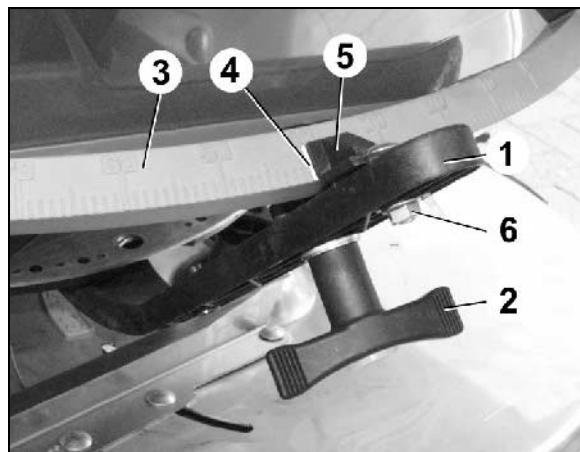

Fig. 83
2. Åpne doseringsspjeldet ved hjelp av stillespaken (Fig. 83/1).
4. Drei stillspaken på skalaen (Fig. 83/3) helt til anslaget mot bolten.
5. Fest stillspaken med vrihåndtaket (Fig. 83/2).
6. Løsne sekskantskruen (Fig. 83/6). Sett viseren (Fig. 83/5) på skalaverdien "**8**" og skru den fast med sekskantskruen. Viserens avlesekanter (Fig. 83/4).